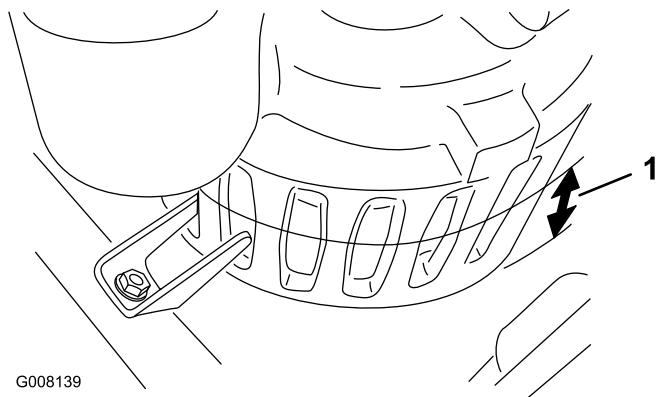

Figura 8
1. Misurate la profondità dell'acqua nella parte più bassa del bunker. Se è inferiore a ca. 6,35 cm (a metà delle scanalature sulla pompa), praticate un foro di ca. 30 x 30 cm per 5-7,5 cm di profondità per calarvi la pompa (Figura 8).